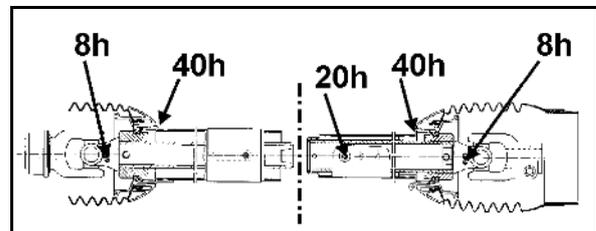

Fig. 95
2. Lösen des Schmiernippels (Fig. 95/1) in der Anschlussgabel (Fig. 95/3) der Gelenkwelle (Fig. 95/2).
3. Entfernen der Scherschraube (Fig. 95/4) zwischen Gabelflansch der Gelenkwelle und Flansch der Getriebeeingangswelle.